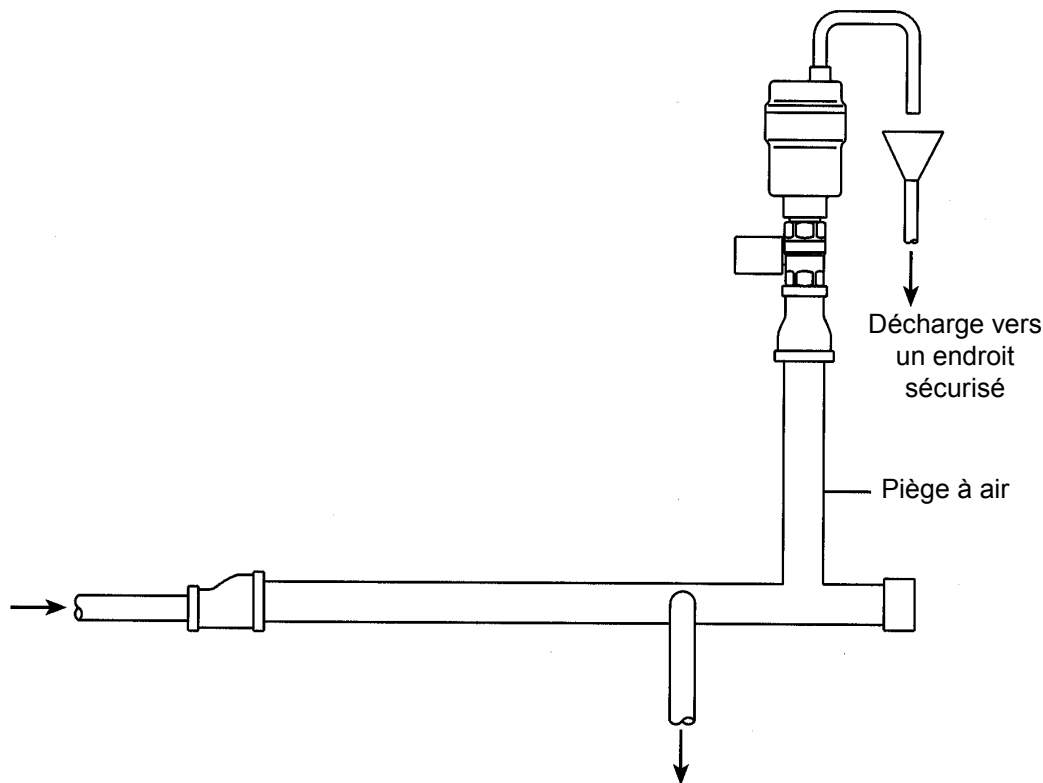

Fig. 2 Application type
- 3.4** L'éliminateur d'air doit être installé verticalement avec l'entrée en partie inférieure. Comme pour tous les éliminateurs d'air, un suintement peut se produire lorsque des impuretés viennent se déposer sur le clapet. Pour cette raison, il est recommandé de prévoir une conduite de décharge vers un endroit sécurisé. Dans ce but, l'orifice de sortie est fileté 1/4" mâle BSP ou NPT. Voir la figure 2 pour une application type.